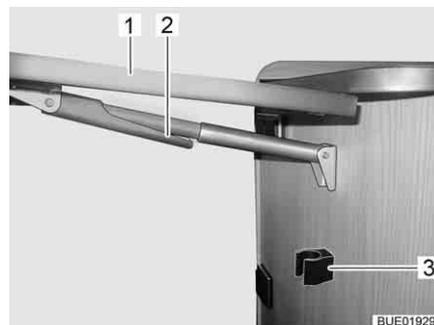

Fig. 27 Replier la table pliante/surface de travail
- Saisir la table pliante/surface de travail (Fig. 27,1) et la soulever légèrement. De l'autre main, faire basculer la fixation (Fig. 27,2) du support télescopique vers le bas.
- Faire basculer le plateau de table vers le bas jusqu'à ce que le support télescopique s'enclenche dans le support (Fig. 27,3).